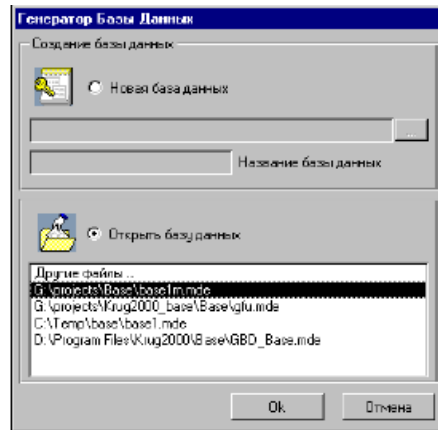

Рис. 12 Диалоговое окно создания базы данных
1. Запустить генератор базы данных. При этом на экране появится диалоговое окно (рис. 12), в котором необходимо выбрать один из вариантов продолжения работы с генератором: